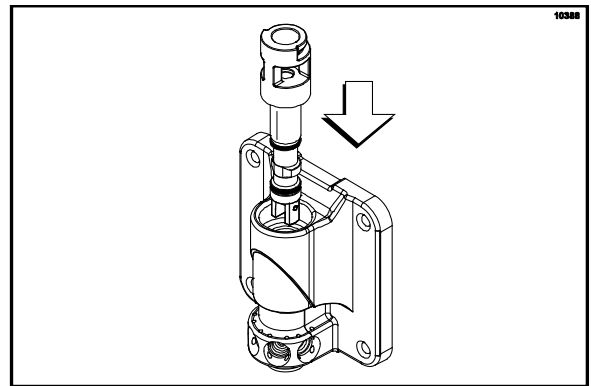

Figure 120
- Placer l'assemblage centrifugeur-vanne de sortie dans la porte shake et l'aligner, comme sur l'illustration (Cf. Figure 120).